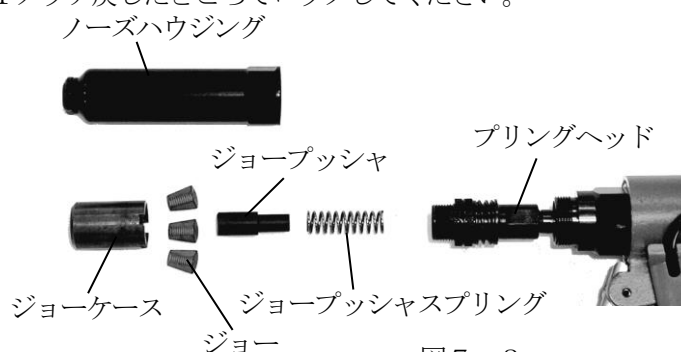

図 7-3
- (4) この時、外れてくるパーツを(図 7-3)に示します。これらのパーツ及びノーズハウジング・プリングヘッドの内部をブラシを使って、灯油等で洗浄・掃除します。
- (5) 組付けの際、ジョー及びジョーケース内には潤滑剤 (CRC 類) を吹き付けて下さい。